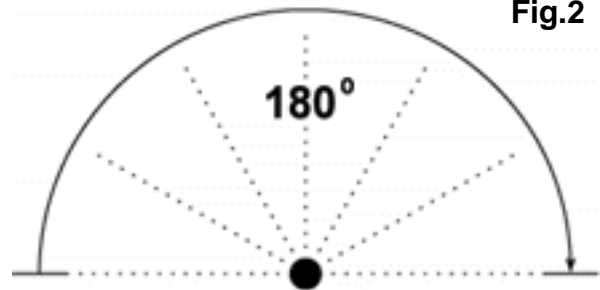

Fig.2
- 2 - Der RECHTE Anschlag des Sektors ist einstellbar. Es ist werkseitig auf ca. 180° voreingestellt. (Bild 2)